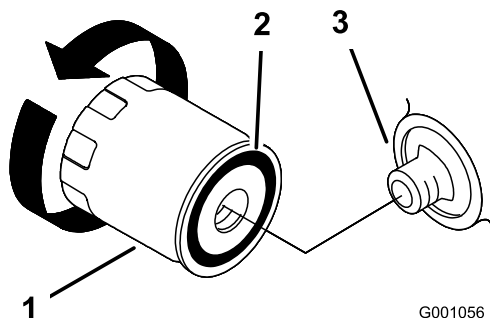

图22
2. 拆下旧滤清器、并擦拭滤清器安装座垫片表面（图 22）。
3. 在替换滤清器的橡胶垫片上抹上一层薄薄的新鲜机油（图22）。
4. 将替换机油滤清器安装到滤清器安装座上、顺时针旋转机油滤清器、直至橡胶垫片接触到滤清器安装座、然后再将滤清器拧 2/3 至 1 圈（图22）。